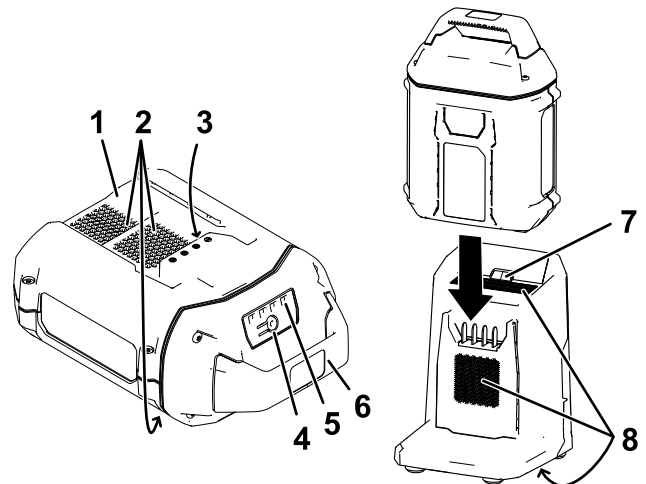

Bild 6
2. Fluchten Sie das Loch im Akkupack (Bild 6) mit der Zunge am Ladegerät aus.
3. Schieben Sie das Akkupack in das Ladegerät, bis es einrastet (Bild 6).